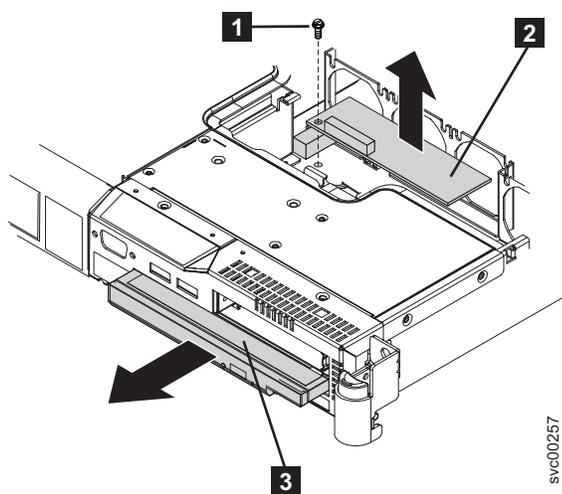

図 212. CD 変換コネクタ・カードの取り外し
4. CD 変換コネクタ・カード (図 212 の **2**) を取り外します。カードのねじを外し、カードを少し持ち上げて、カードからケーブルを取り外します。